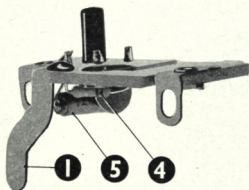

Fig. 43
Cette nouvelle plaquette, dite à auto démarrage, diffère de la plaquette normale de type AN par l'adjonction de deux éléments : une résistance R1 de 220.0000 ohms et un condensateur électro-chimique C de 25 microfarads. De même que pour le calibre BN, le fil de liaison est supprimé et remplacé par une patte de connexion (1). On trouve, sur la figure 43 les 2 éléments supplémentaires : résistance (4) et condensateur électro-chimique (5).